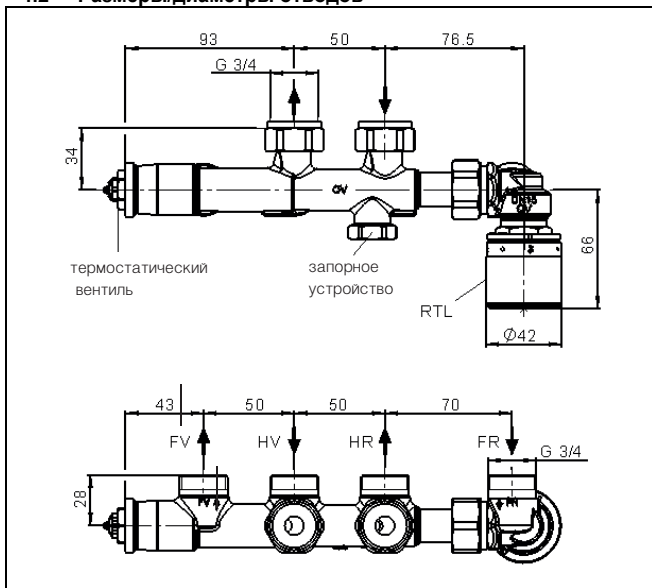
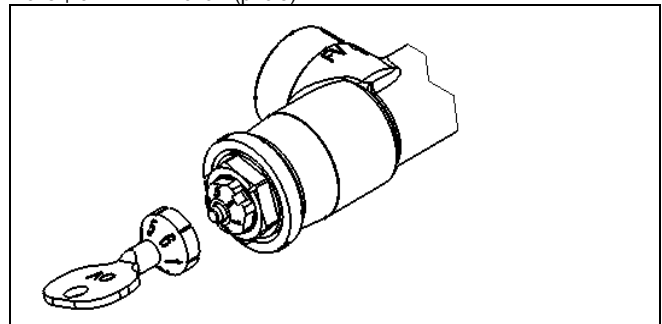

Рис. 3 Размеры
Рис. 8 Настройка термостатического вентиля
Отопительный прибор крепить в соответствии со строительными размерами (Рис. 3). Принять во внимание последующие отделочные работы (напр., укладка плитки). Трубопроводы контура отопительных приборов обрезать соответствующим образом.
Перед вводом в эксплуатацию систему надо заполнить и спустить воздух. Для этого сначала переставить настройку термостатического вентиля на самое большое значение (значение настройки 6, рис. 8).
Термостатический вентиль (рис. 3) настроить в соответствии с рассчитанным значением гаечным ключом SW 13 или специальным ключом (рис.8).
Ограничитель обратного потока (рис. 3) настроен на определенное значение (заводская настройка: $3 \approx \text{ок. } 30 \text{ } ^\circ\text{C}$).
2. Снять защитную крышку с запорного устройства (рис. 3).